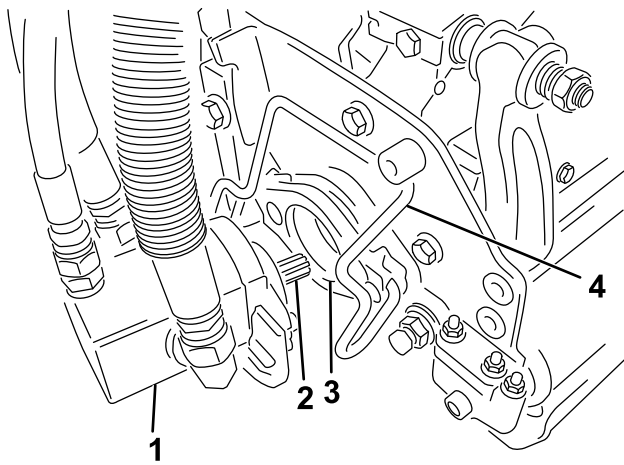

Figura 35
5. Revista o veio estriado do motor da unidade de corte com massa lubrificante limpa (Figura 35).
6. Insira o motor no lado esquerdo da unidade de corte (visto da posição do operador) e empurre a barra de retenção do motor na unidade de corte na direcção do motor até ouvir um “clique” de ambos os lados do motor (Figura 35).